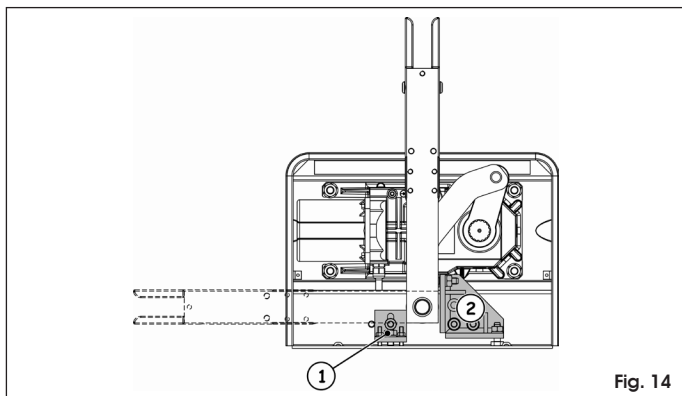

Fig. 14
Bij systemen met een opening van 110° en 140° kunnen aan de binnenkant van de behuizing de mechanische aanslagen (optioneel) voor het openen (Fig. 14 ref. ①) en het sluiten (Fig. 14 ref. ②) worden aangebracht. Zie voor het bevestigen de bijbehorende instructies.